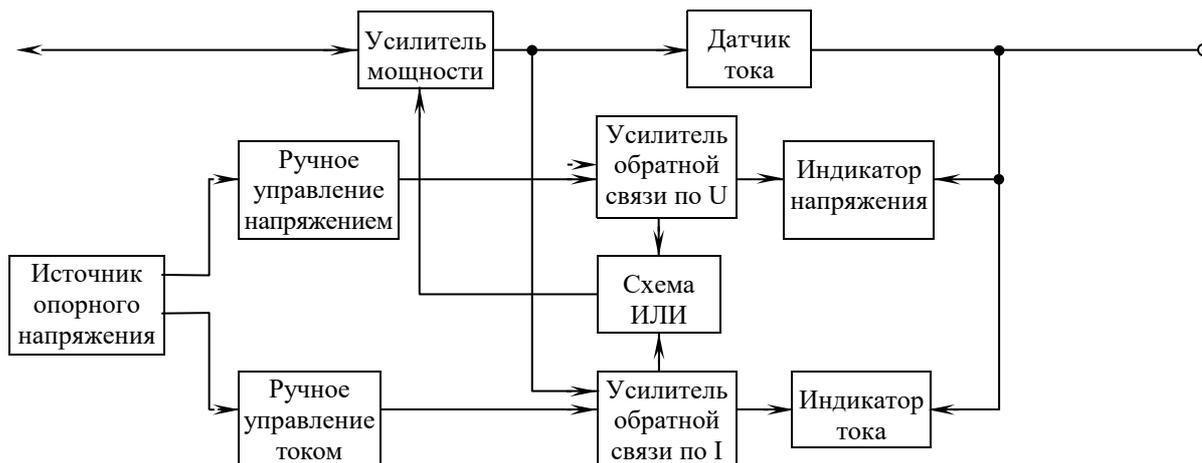

Рисунок 1 – Структурная схема источника питания
1.4.1 Источник питания постоянного тока представляет собой компенсационный стабилизатор с последовательно включенным регулирующим элементом и усилителями обратной связи по напряжению и по току (рисунок 1).